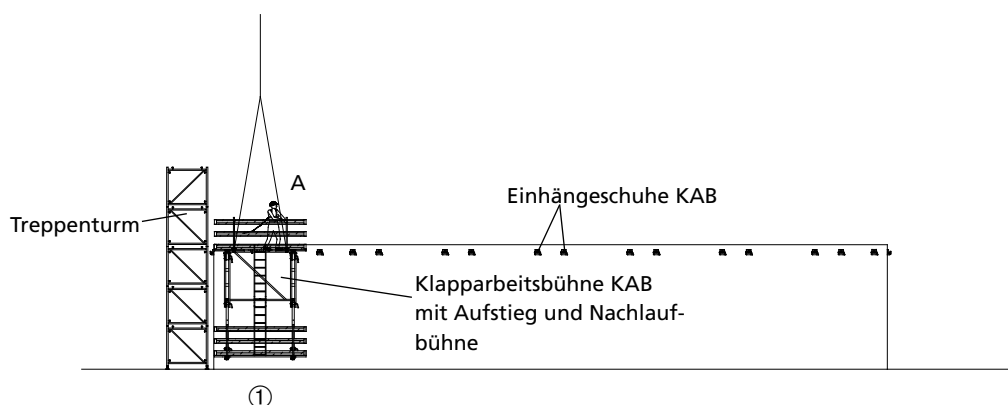

Abb. 28.1
1. Eine Klapparbeitsbühne KAB mit Aufstieg und Nachlaufbühne wird in die vorbereiteten Kletterschuhe eingehängt. Person A steigt vom Treppenturm (Gebäudeöffnung/Personenaufnahmemittel) aus auf die Bühne (1), gesichert gegen Absturz durch das Tragen einer persönlichen Schutzausrüstung gegen Absturz (PSAgA) (Abb. 28.1). Danach hängt Person A die Kranseile aus und verbleibt auf der Bühne (1).